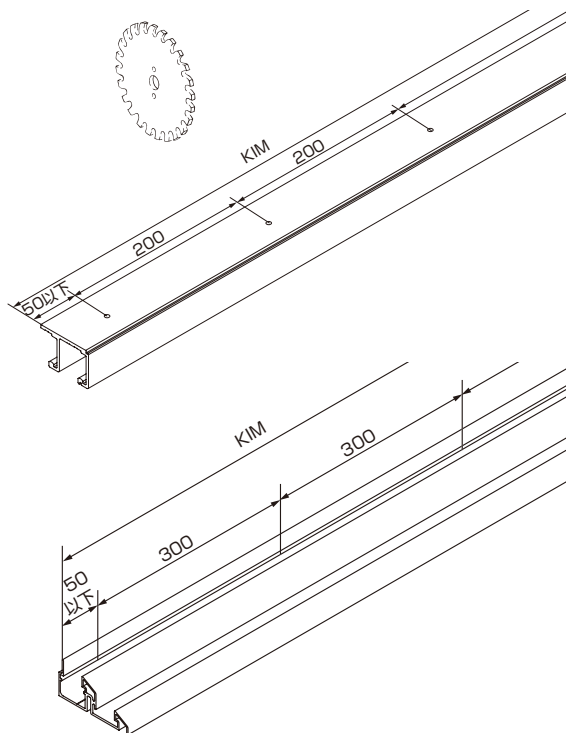

図 2-1-1
(1)上用のレール(①または②)および下用のレール(③または④)を図 2-1-1 のように切断し、穴をあけてください。